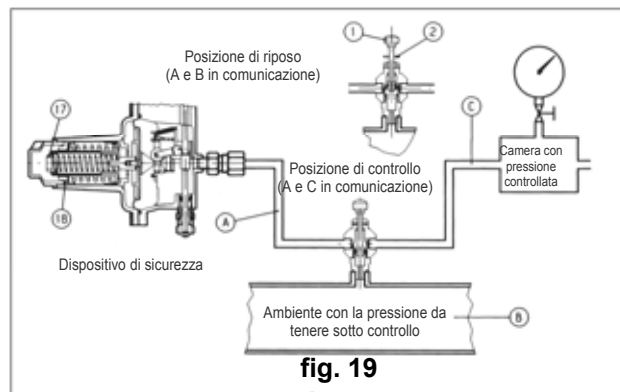

fig. 19
- A) Per i dispositivi di blocco collegati alla tubazione di valle tramite lavalvola deviatrice a tre vie "push" 11 procedere nel modo che segue (fig. 19):
A) Per i dispositivi di blocco collegati alla tubazione di valle tramite la valvola deviatrice a tre vie "push" 11 procedere nel modo che segue (fig. 19):